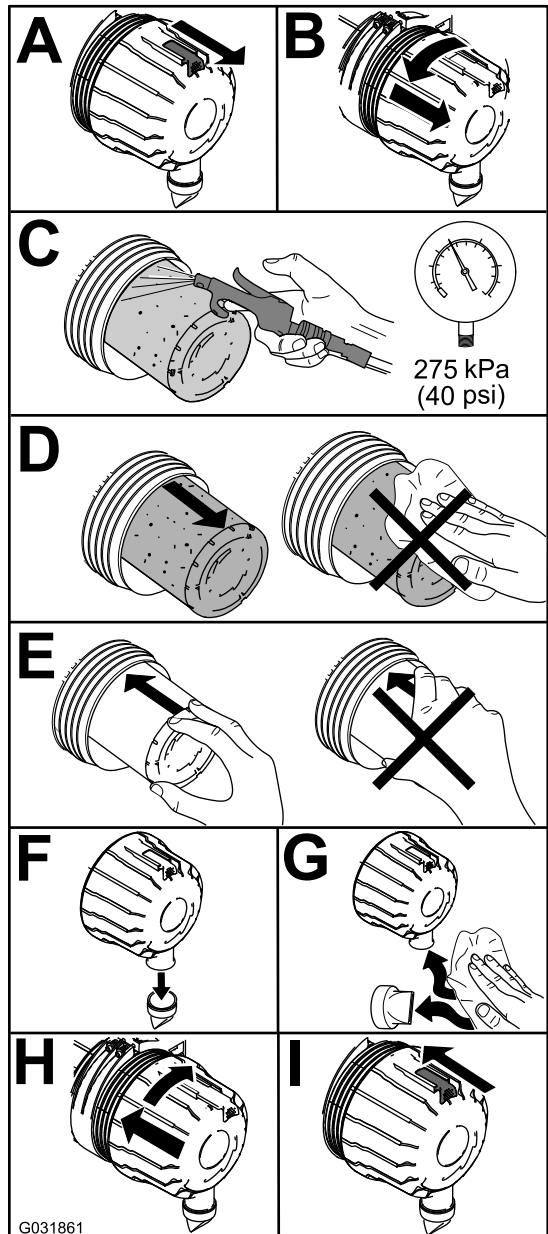

Figura 50
1. Vyměňte vzduchový filtr (Figura 50).